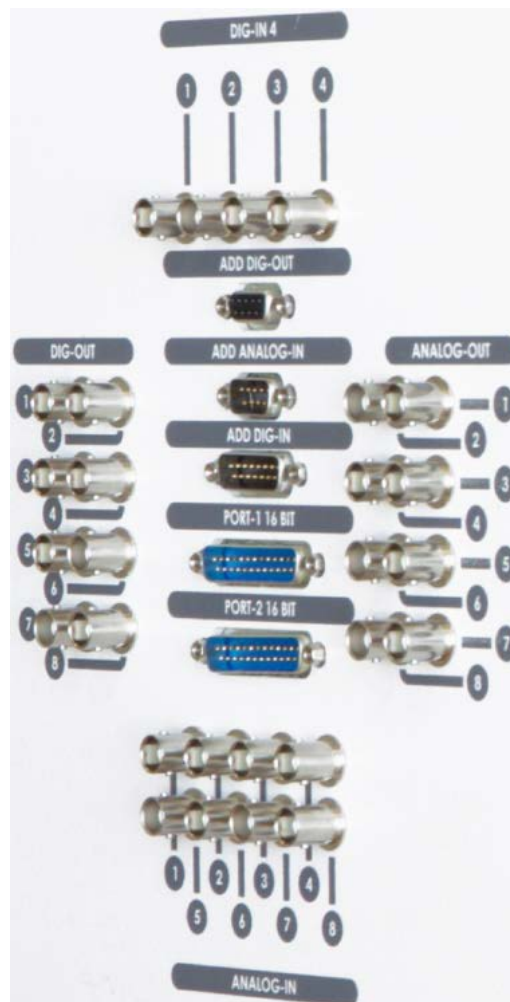

Figura 2: Panel ADIO
- En el lado derecho, se encuentra el panel de Módulos (*Figura 2*), que tiene las siguientes conexiones: